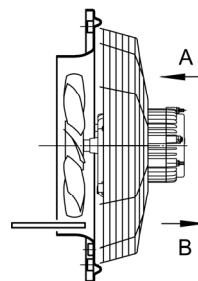

Fig. 1: Verificarea interstițiului de aer cu lera de spalt
- Înainte de luarea în exploatare a ventilatorului trebuie verificat interstițiul de aer dintre rotorul cu palete și placă de perete, respectiv inelul de perete (fig.1). În toate punctele circumferinței trebuie atinse valorile minime indicate în tabelul 1. Folosiți lera de interstițiu de aer atașată aparatului.
Direcție de dislocare A: aspirând via motor (fig. 1)
Direcție de dislocare B: suflând via motor (fig. 1)